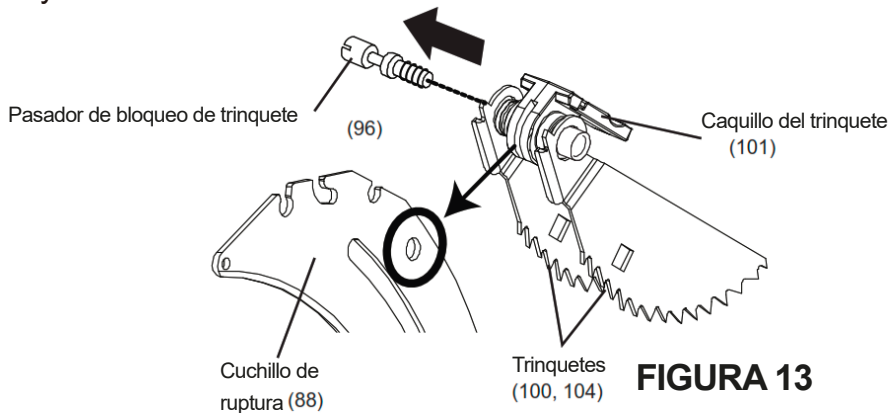

FIGURA 13
1. Saque el pasador de bloqueo de trinquete (96). Ver Figura 13.
2. Coloque el casquillo de trinquete (101) en el orificio de montaje posterior en la parte superior de la cuchilla separadora (88).